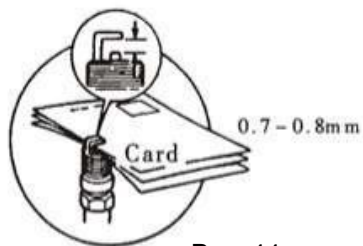

Рис. 44
8.2.4 Перевірте зазор запальної свічки та відрегулюйте його при необхідності. Зазор має бути 0,7 – 0,8 мм (Рис. 44).